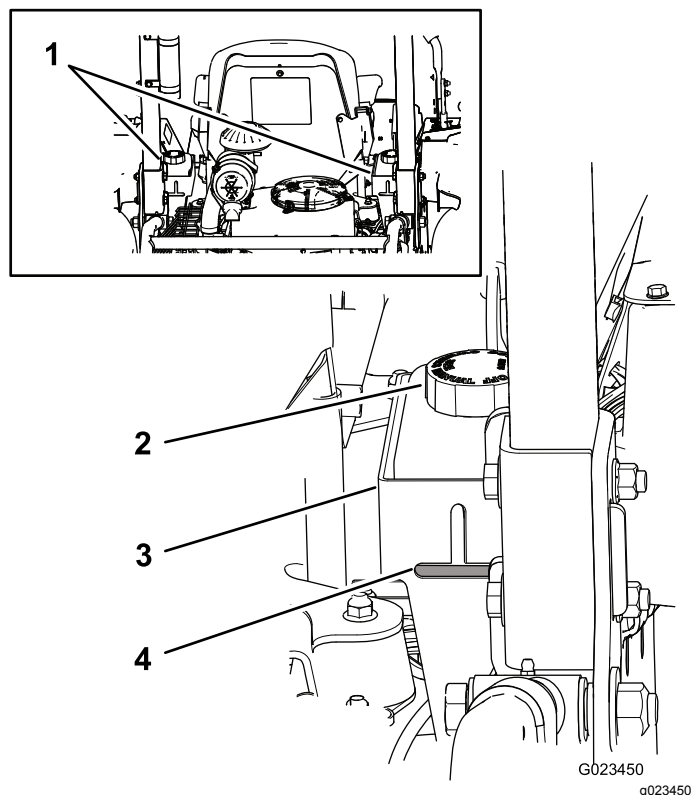

图17
机器的两个液压油箱在出厂时已加满高品质液压油。检查液压油的最好时间是液压油冷却时。机器应处于行走配置中。如果液压油油位低于液压油箱 图17 背面的观察窗口水平部分的顶部请添加液压油直至液压油油位达到可接受的油位。**切勿将油箱加得过满。**如果液压油油位位于观察窗口水平部分的顶部则无需添加。推荐的替代液压油为
注意 液压油油位应达到每个开口的底部如 图17 中所示。
- A. 清洁液压油箱盖周围的区域防止杂物进入系统图17。